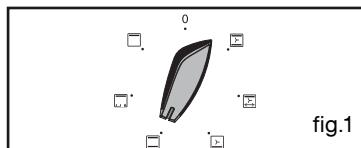

fig.1
- Kies de gewenste bakwijze en pas de temperatuur aan. (fig. 1).
De weergave knippert op 0u00 om aan te geven dat instellen dan mogelijk is. (fig. 1).